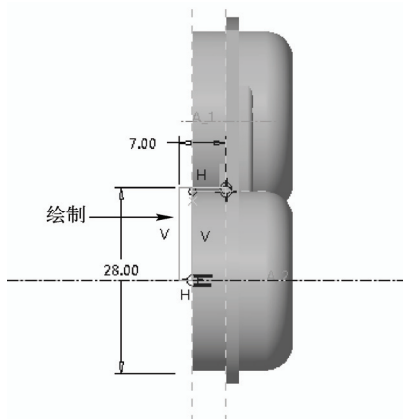

图 16-62 绘制草绘截面二
STEP 06 单击“模型”选项卡“形状”面板中的“旋转”按钮, 进入草绘环境, 单击“草绘”选项卡中的相应按钮, 绘制草绘截面, 如图 16-62 所示。